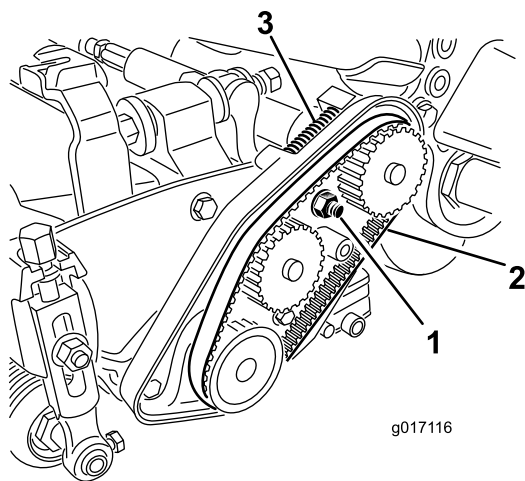

Figure 21
3. Desserrez les écrous du logement de roulement (Figure 21).
5. Déposez la courroie (Figure 21).
12. Vérifiez que le ressort de compression exerce une tension sur la courroie (Figure 21).